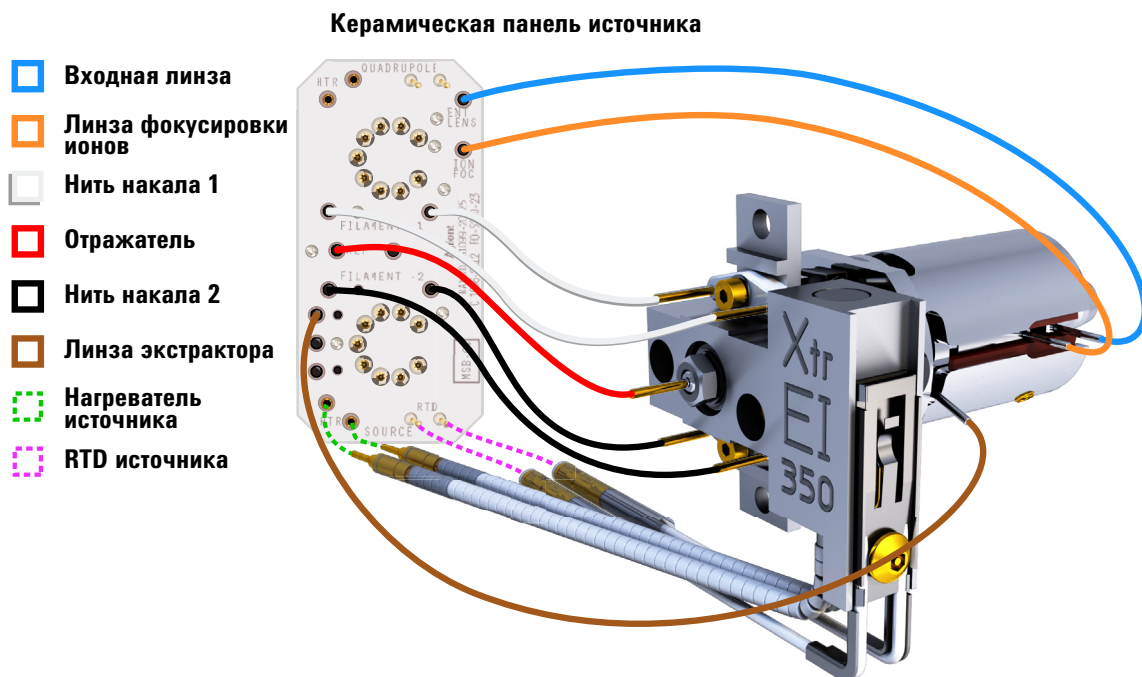

Рис. 57 Подсоединение проводов к источнику ЭУ XTR
- 1 С помощью пинцета или плоскогубцев подсоедините к разъемам источника (или отсоедините от разъемов источника) провода керамической панели источника. (См. Рис. 57.)